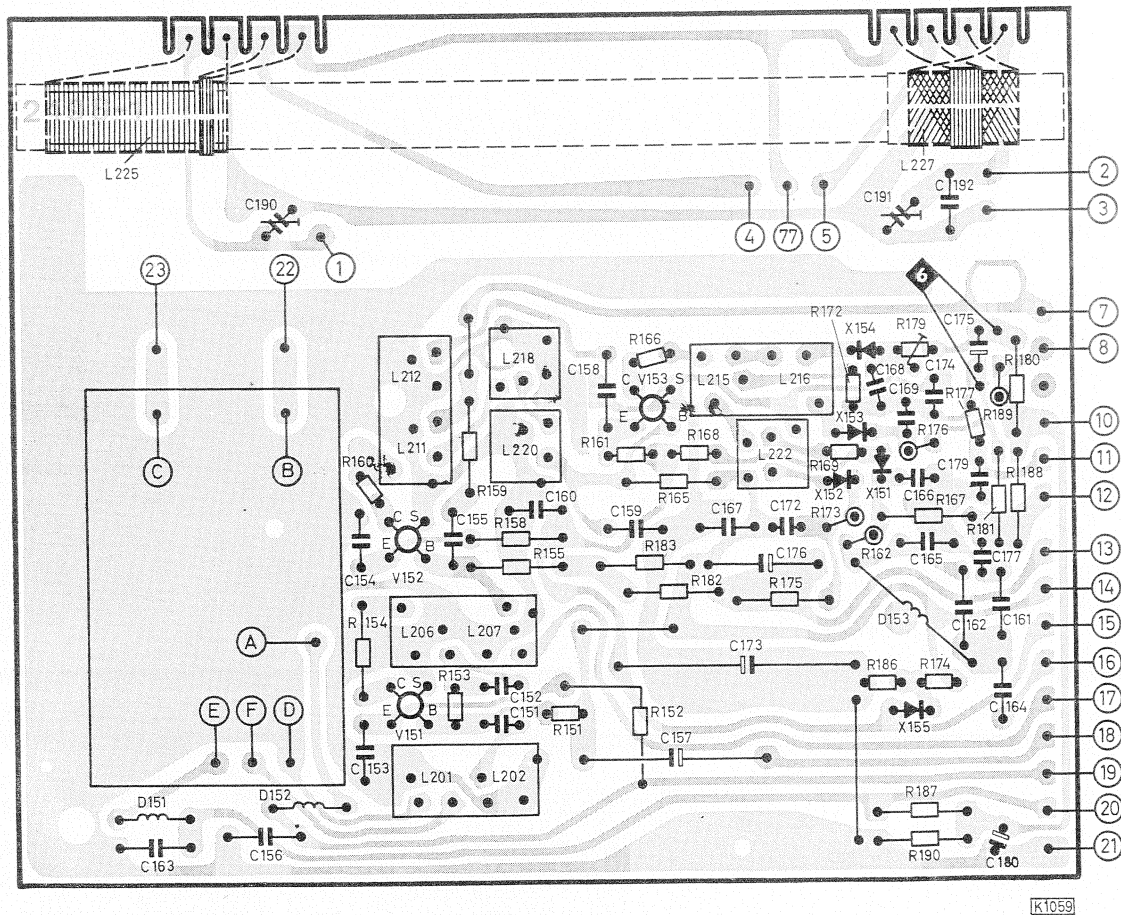

Fig. 3
- 8.2 Beim FM-Abgleich ein hochohmiges Voltmeter $R_i \geq 50 \text{ k}\Omega/\text{V}$ parallel zu C 175 anschließen, <6> Fig. 3.